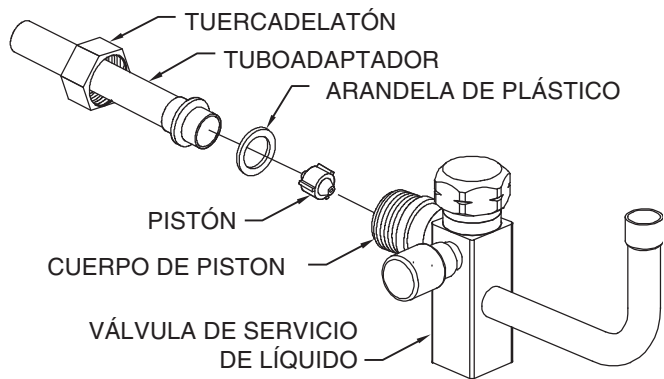

Fig. 3 – Válvula de servicio de líquidos con pistón de calefacción y tubo adaptador
4. Retire el sello de teflón de la bolsa e instélo en el extremo abierto de la válvula de servicio de líquidos. (Fig. 3.)